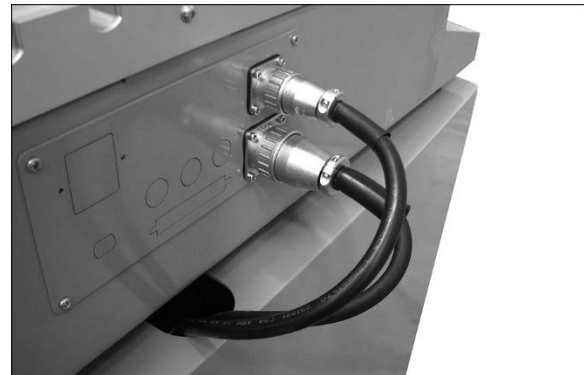

Figura 7-19
1. Empuje los conectores de cables en sus receptáculos correspondientes (Figura 7-19) y gire los collares para fijar.